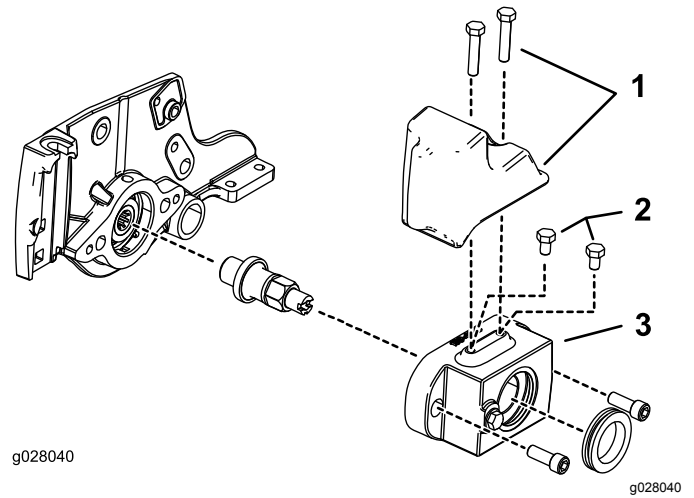

Bild 5
- **Für einen hydraulisch angetriebenen Spindelmotor:** Bringen Sie zwei Schrauben (5/16" x 1/2") oben am Rollenbürstengehäuse an, wie in Bild 5 abgebildet (nur hydraulische 12,7-cm-Spindelmotoren).
- **Für einen elektrisch angetriebenen Spindelmotor:** Bestellen und montieren Sie einen Ballast (Bestellnummer 127-4259-03) und zwei Schrauben (Bestellnummer 322-7), wie in Bild 5 abgebildet.